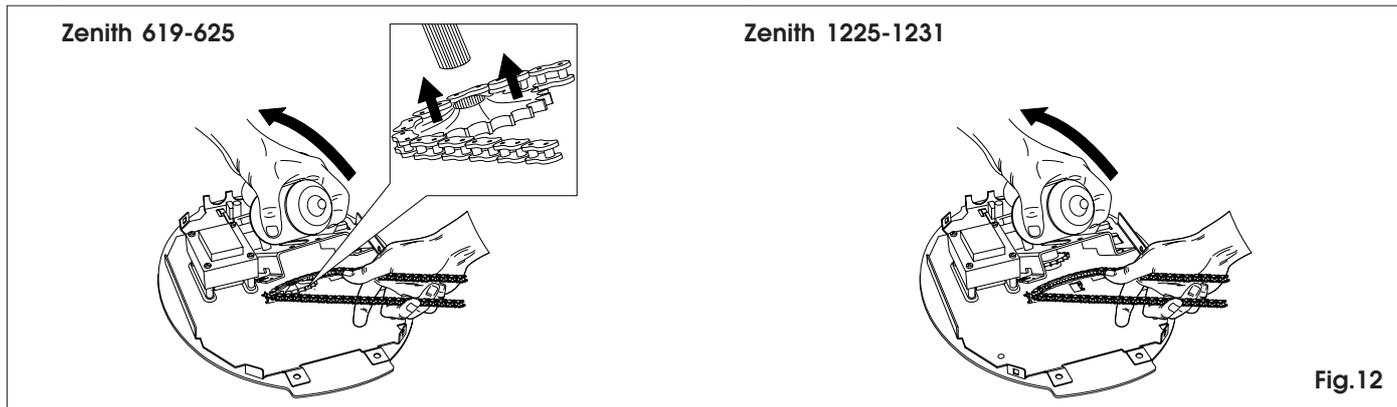

Fig.12
6.7 Sollevare l'unità motore facendo attenzione a non danneggiare l'apparecchiatura elettronica, accoppiare il pignone con la catena e inserirlo nell'albero motore (fig. 12).